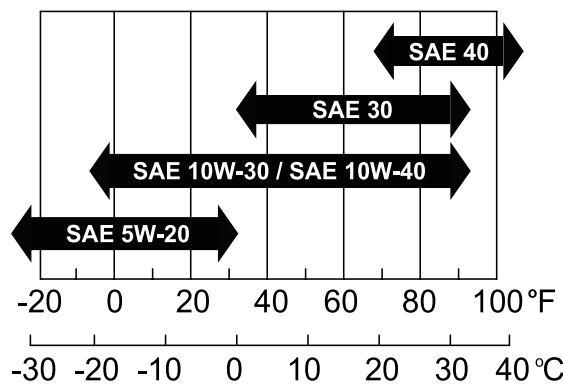

Figura 13
- **Viscosità:** SAE 30; fate riferimento alla seguente tabella per altre viscosità (Figura 13):